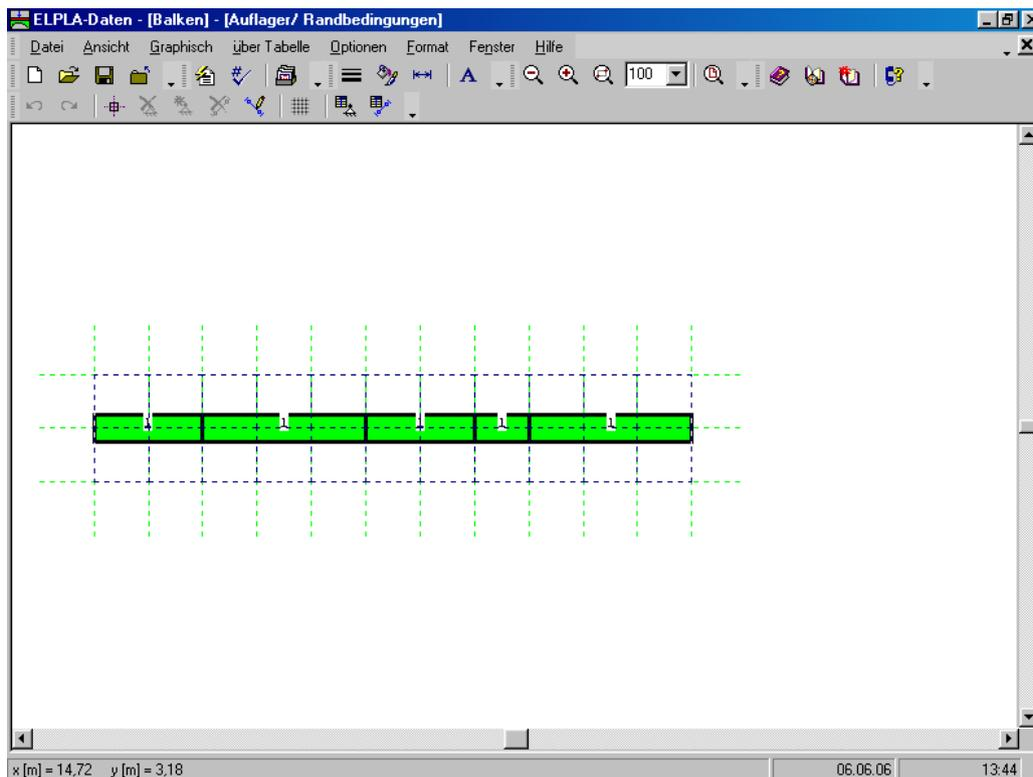
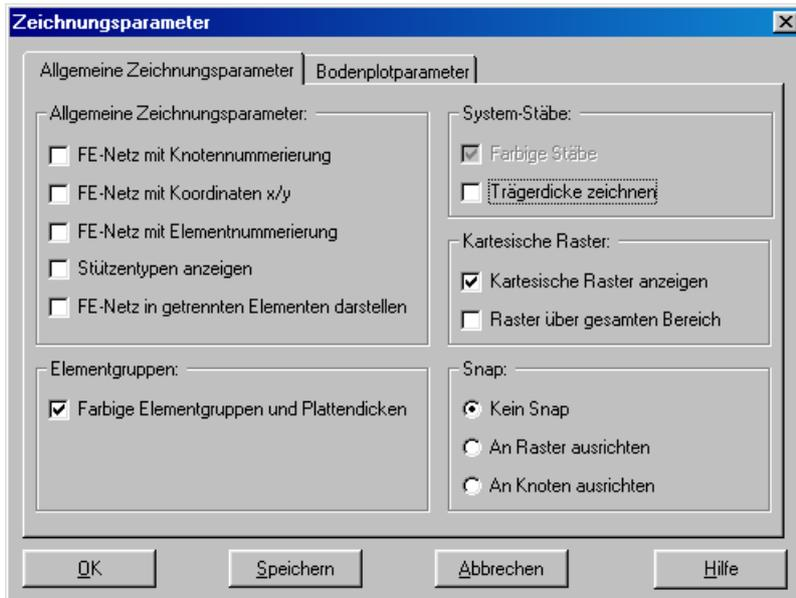

Bild 8-18 Eingebettetes Programm "Auflager/ Randbedingungen"
Bild 8-19 Dialogfeld "Zeichnungsparameter"
- Wählen Sie "Daten der Auflager/ Randbedingungen" aus dem "Daten"-Menü des *ELPLA-Daten*-Fensters. Das folgende eingebettete Programm im Bild 8-18 erscheint
ELPLA kann die Stäbe, Auflager und Lasten in einer Darstellung zusammen anzeigen. Dadurch kann der Benutzer während der Eingabe der Auflager oder Lasten leicht die Standorte von Auflagern oder Lasten in Bezug auf die Stäbe definieren. Wie in Bild 8-18 gezeigt, werden die Stäbe mit der tatsächlichen Dicke gezeichnet.
- Wählen Sie den Befehl "Zeichnungsparameter" aus dem Menü "Optionen" (Bild 8-18). Das folgende Dialogfeld im Bild 8-19 erscheint